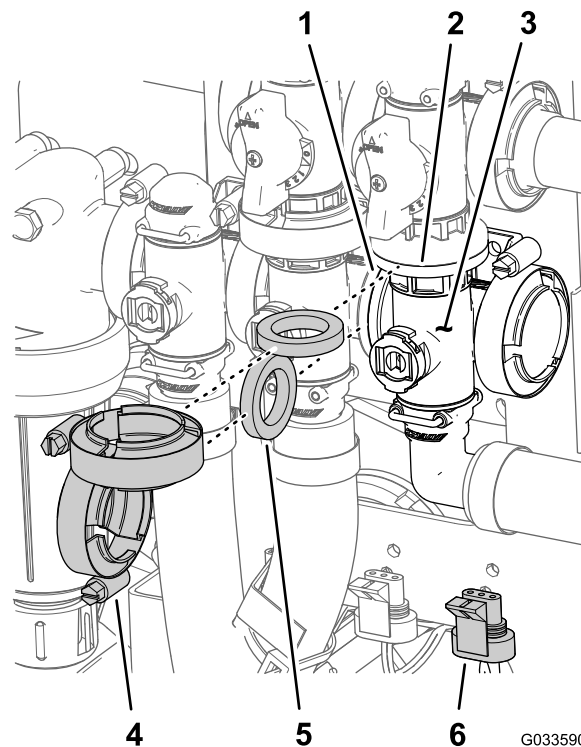

Figure 129
- Fixez le collecteur de la vanne maîtresse des rampes, le joint et la vanne de dérivation de la vanne maîtresse avec un collier serré à la main (Figure 129).
- Alignez la bride du collecteur de la vanne maîtresse, un joint et le collecteur de la vanne d'agitation (Figure 129).
- Fixez le collecteur de la vanne maîtresse, le joint et le collecteur de la vanne d'agitation avec un collier serré à la main (Figure 129).
- Alignez la bride du collecteur de la vanne maîtresse, un joint et la bride de la vanne de dérivation de la vanne maîtresse (Figure 129).
7. Montez la vanne d'agitation sur le support à l'aide du boulon à embase et du contre-écrou à embase (Figure 129) que vous avez retirés à l'opération 3 de Dépose de la vanne maîtresse des rampes sur le collecteur \(page 84\), et serrez l'écrou et le boulon à un couple de 10 à 12 N·m.